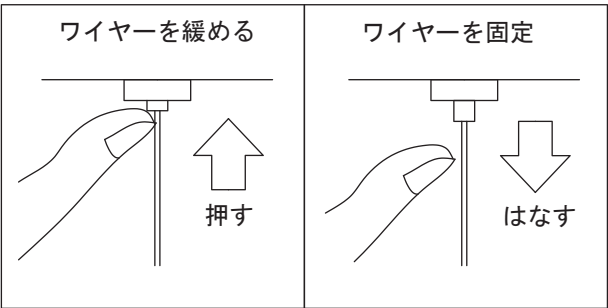

図 5
- 器具の高さを調整する場合は、ワイヤー調整金具を緩めて、ワイヤーの長さを調整してください。(図 5)